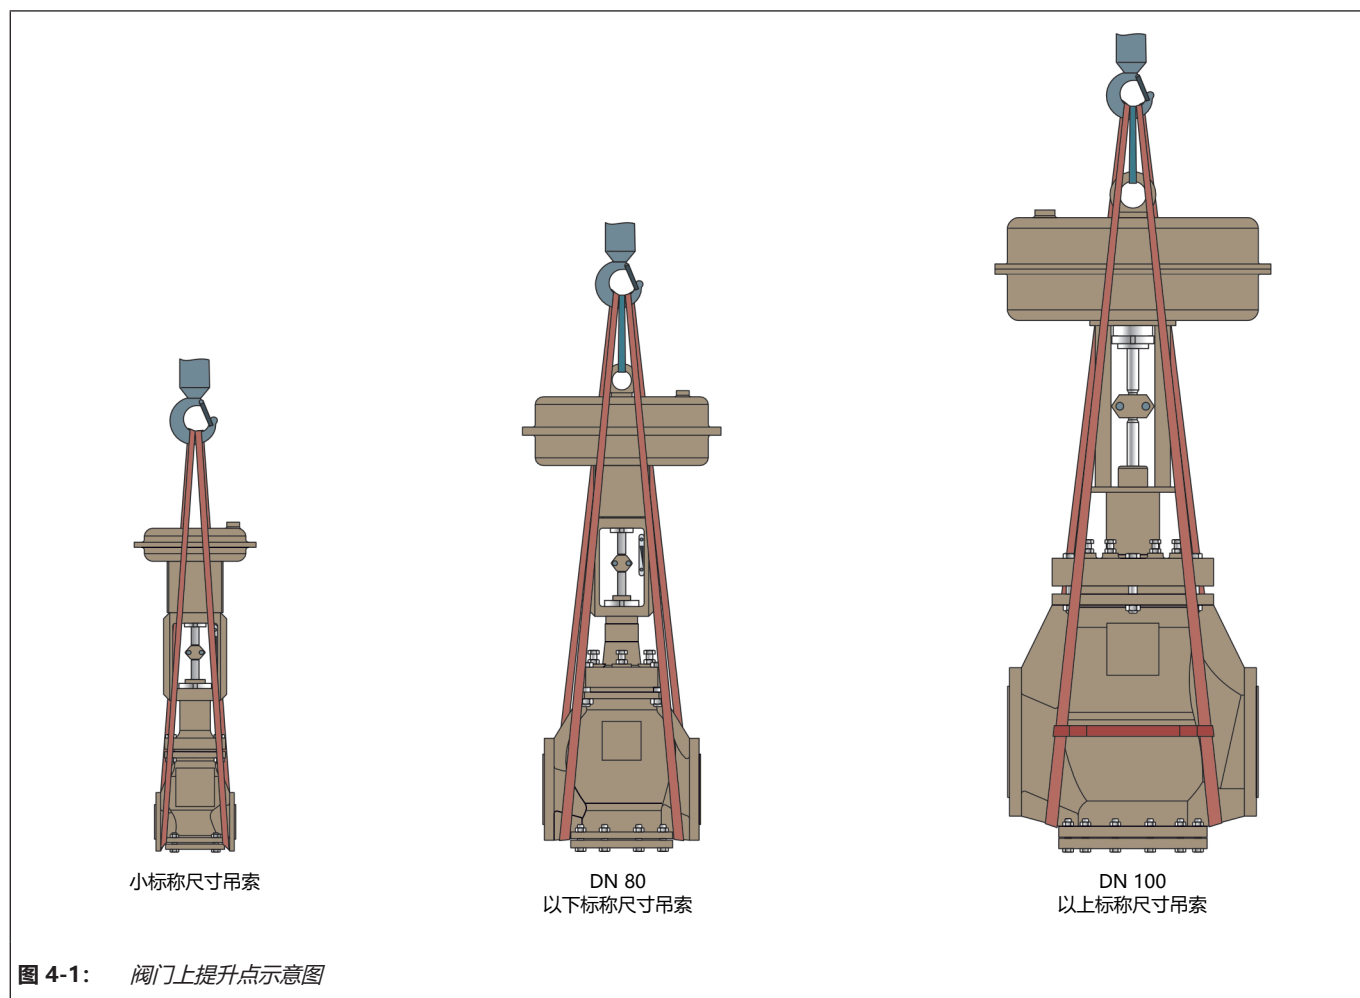

图 4-1: 阀门上提升点示意图
- ⇒ 使用带有安全夹的挂钩作为悬吊元件，以防吊索在提升和运输期间滑离挂钩，请参见图 4-1。
- ⇒ 将吊索扣紧到每个外壳法兰以及起重机或叉车的悬吊元件（例如，挂钩），请参见图 4-1。